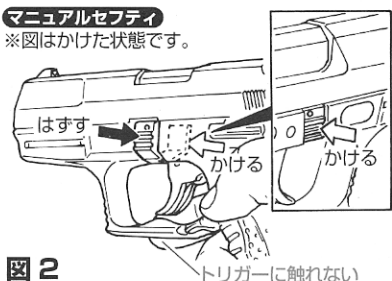

図2
**マルゼンP99マニュアルセフティ** ⇒図2参照
**かけ方**：マルゼンP99独自のマニュアルセフティ(：手動安全装置、スライドリリース兼用)です。図2のようにトリガーに触れずに右から「カチッ」と押して、かけてください。トリガーは機能しなくなります。かけた後はトリガーを絶対に引かないでください。セフティが故障します。またこのマニュアルセフティはダブルアクション(図11)時は機能しません。
**はずし方**：図2のように、トリガーに触れずに左から「カチッ」と押して、はずしてください。